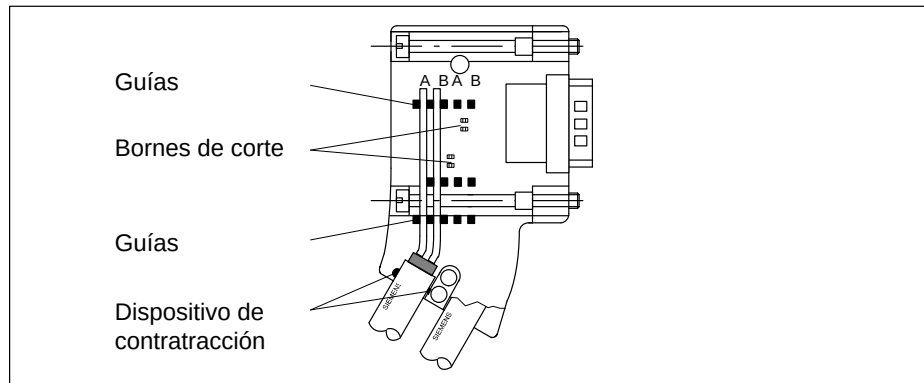

Figura 3-12 Conectar el cable de bus al conector de bus (6ES7 972-0BA30 ...)
- Colocar los hilos de color verde y rojo en las guías sobre los bornes de corte según la figura 3-12.